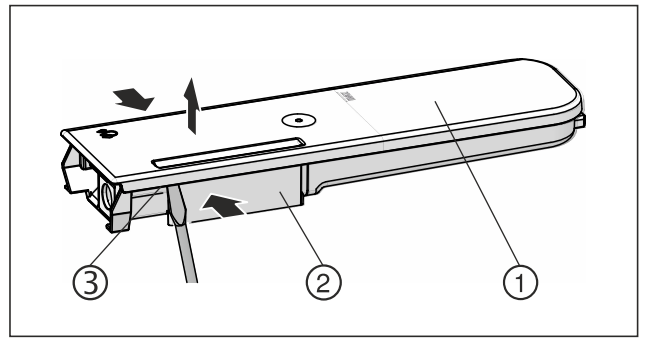

Fig. 146
- ▶ Rezervoar za vodo Fig. 146 (2) potisnite skupaj in pokrov Fig. 146 (1) previdno dvignite in povlecite navzgor nad zaklepne utore Fig. 146 (3).
- ▶ Pokrov Fig. 146 (1) narahlo potisnite v eno in drugo smer, nato ga odstranite s potiskom navzgor.